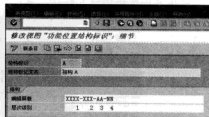

图 10-77 功能位置“结构标识”细节信息
STEP 3 双击选定项目或者单击“”按钮，可以查看、修改功能位置结构标识，如图 10-77 所示。